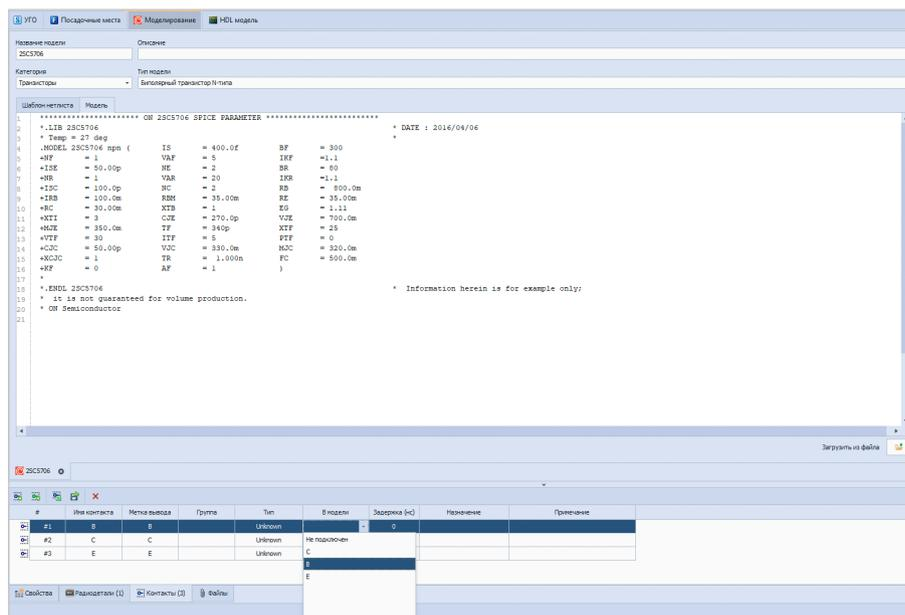

Рис. 17. Назначение выводам УГО выводов модели
4. Необходимо выводам УГО назначить выводы модели (рис. 17).